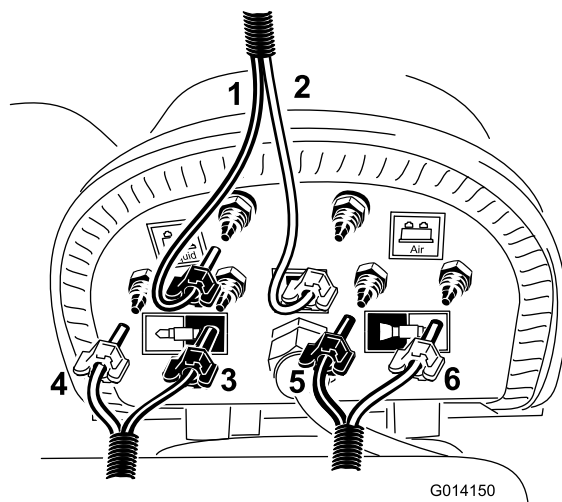

Figura 16
- C. Instale os tubos azul e transparente nos dentados superiores correspondentes no compressor (Figura 16).
- F. Localize o tubo de espuma localizado para a rampa esquerda e instale os tubos azul e branco nos locais mostrados em Figura 16.
- G. Localize o tubo de espuma localizado para a rampa direita e instale os tubos azul e branco nos locais mostrados em Figura 16.